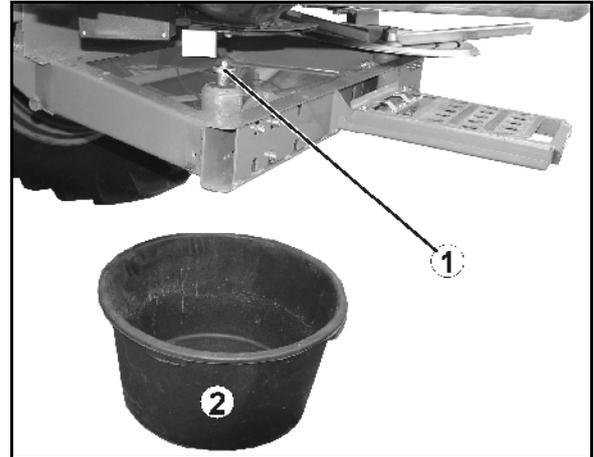

Fig. 52
2. Aflojar los tornillos de mariposa (Fig. 52/1) de los dos discos esparcidores.
5. Introducir la tolva para el abono en el bastidor, debajo de la abertura de descarga izquierda (Fig. 52).
6. Colocar el colector (Fig. 52/2) para recoger el abono debajo de la abertura de descarga izquierda.